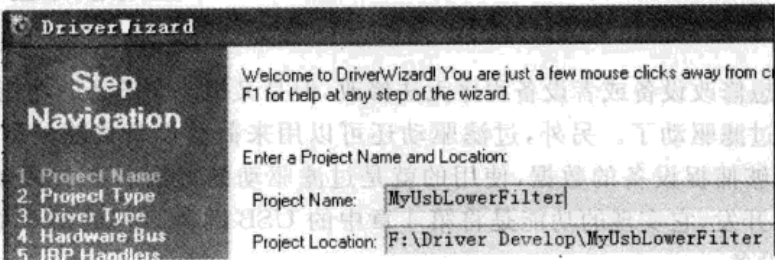

图 10.2.1 设置工程路径及工程名
(1) 设置工程路径以及工程名。如图 10.2.1 所示，将工程名设置为 MyUsbLowerFilter，然后单击 Next 按钮。